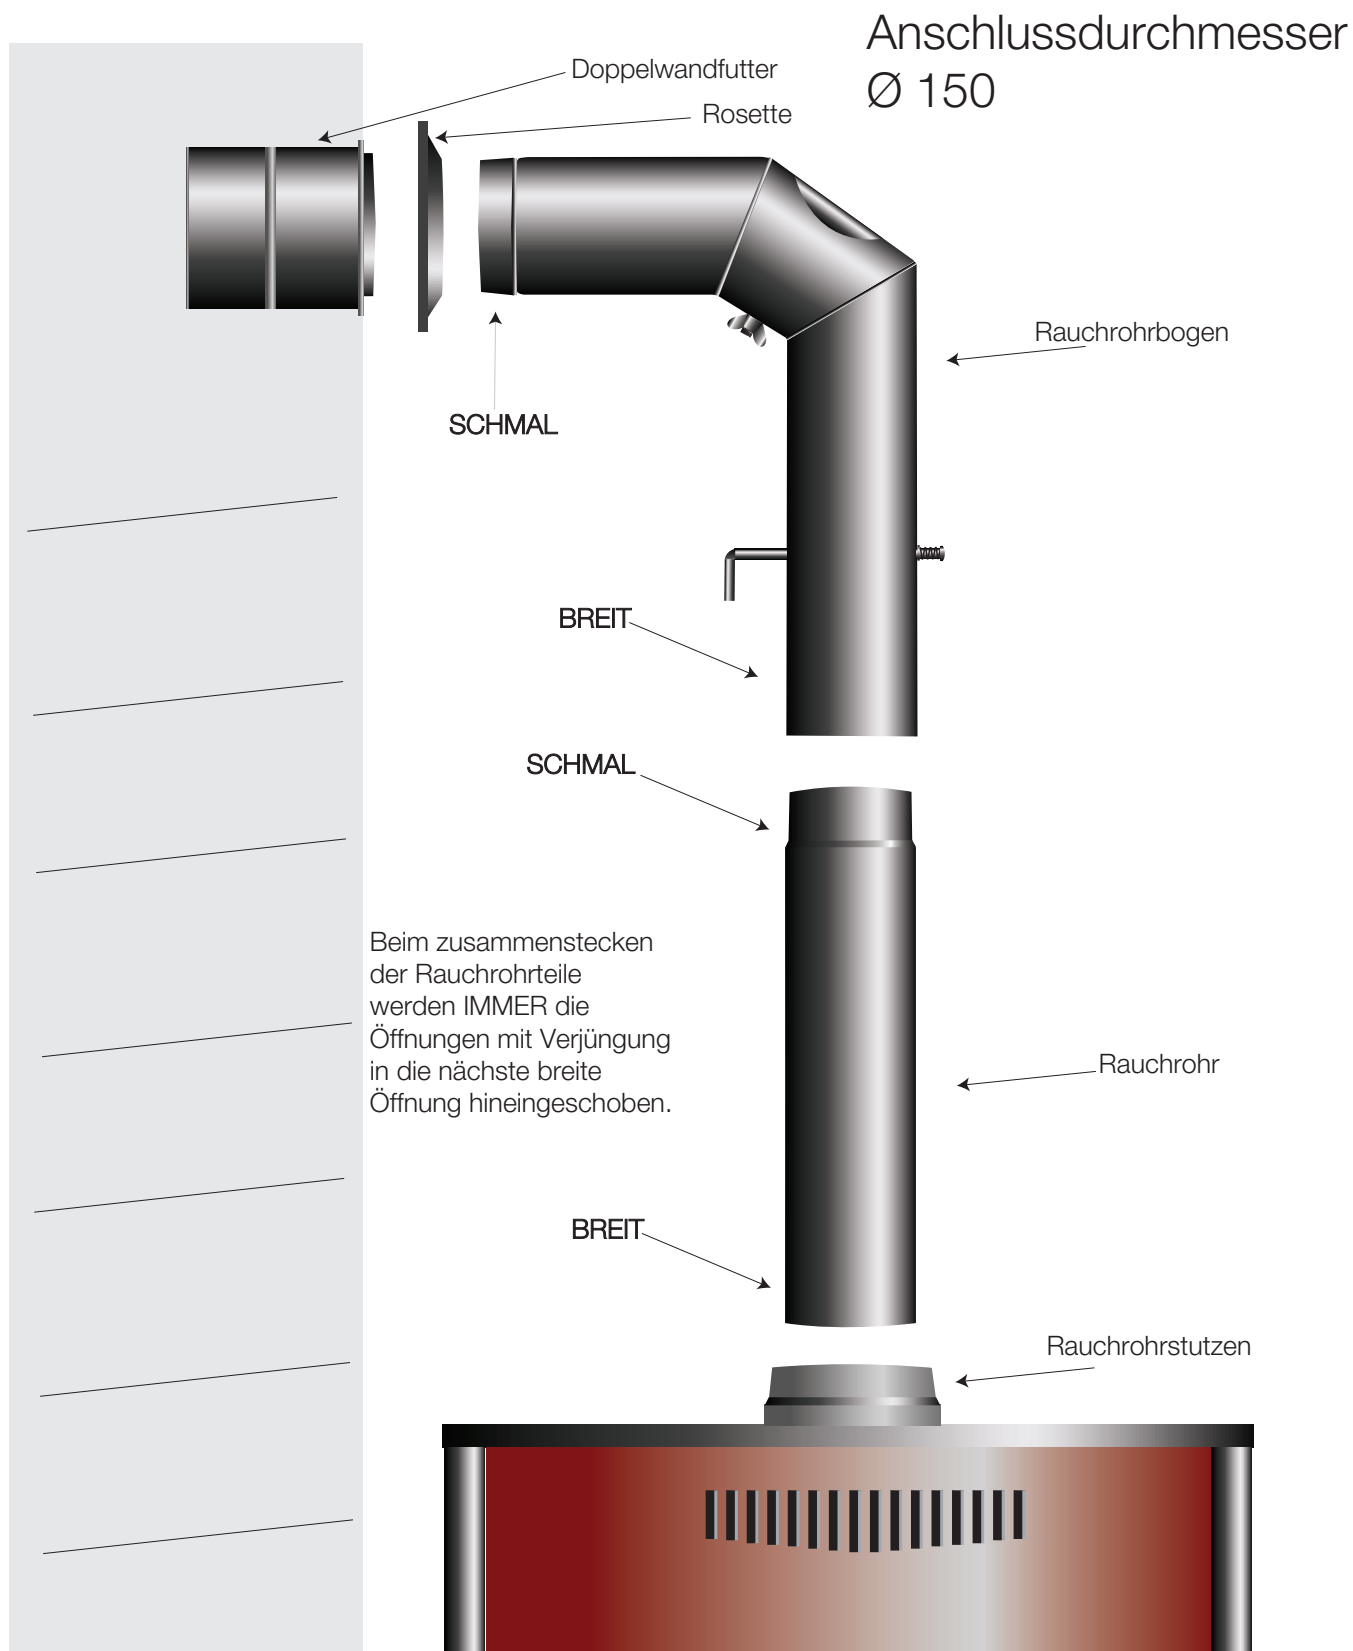

Abbildung 1 Rauchrohranschluss
2. Abbildung 1 Rauchrohranschluss	Seite 5